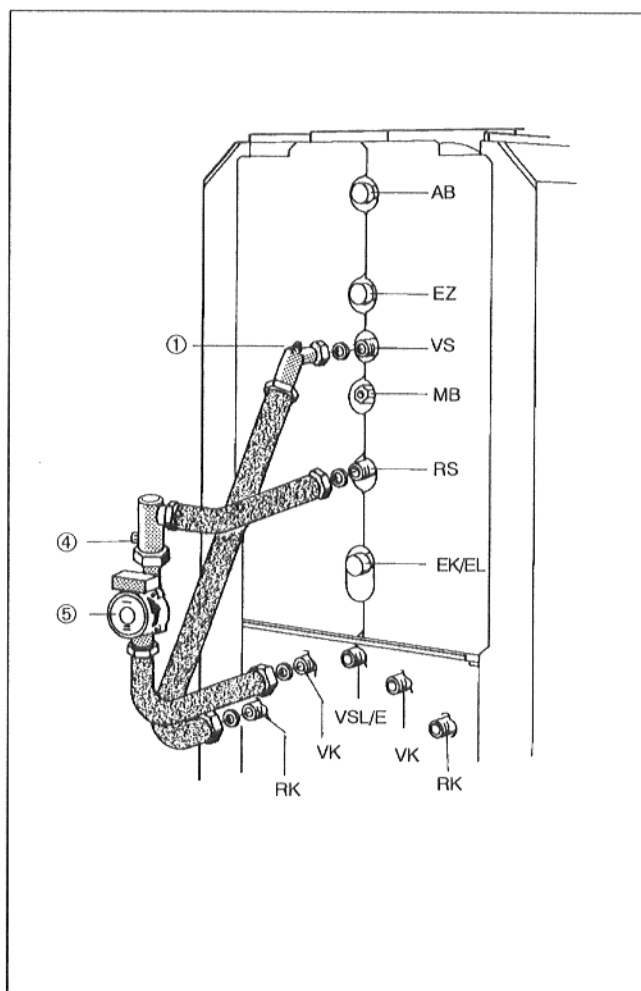

Fig. 23
- Installare il collegamento premontato caldaia - accumulatore per la mandata e il ritorno, come mostrato nella Fig. 23.